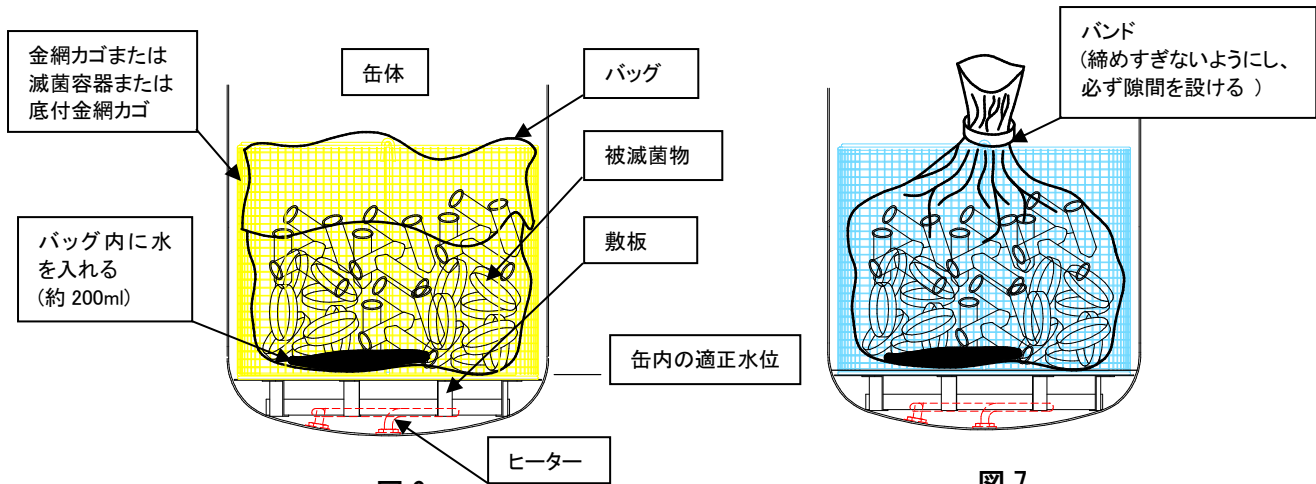

図 6
折り返したバッグ容積の 60%程度の内容量にとどめてください。(図 6)
- ❗ **バッグの口は必ず開いてください。(図 6、図 7)**
- ❗ **確実な滅菌の為にバッグに 200ml 程度の水を入れてください。(図 6)**